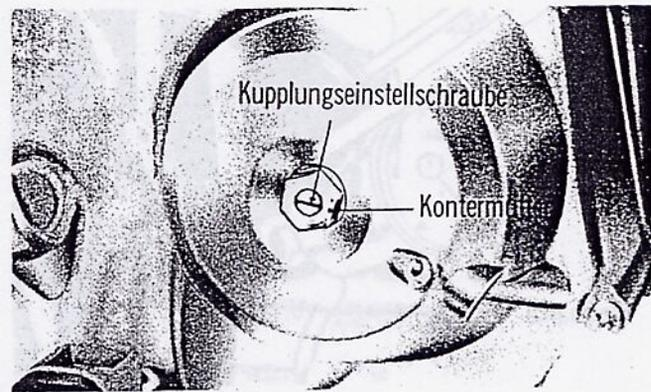

Abbildung 38
- Von diesem Punkt aus Einstellschraube um 1/8 bis 1/4 Drehung wieder nach rechts drehen und dann Kontermutter anziehen. (Abbildung 38)